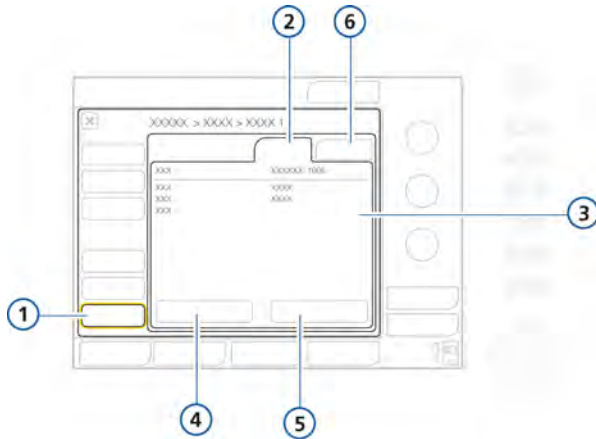

Figura I-17. Pestaña SW options
2. Toque la pestaña correspondiente: **SW options** para el software o **HW options** para el hardware. Consulte la figura I-17.